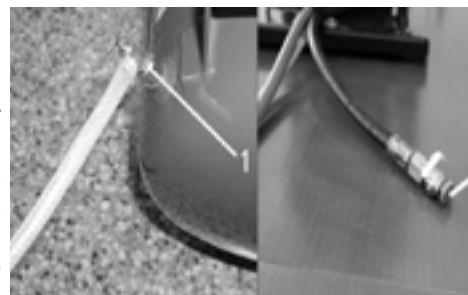
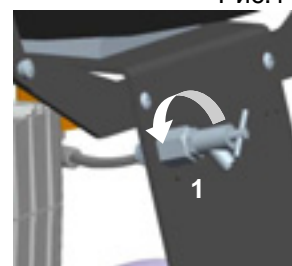

Рис.14
Рис.15 DK50 2V
Компрессоры (Рис.14, Рис.15)
В том случае, если компрессор не будет применяться длительное время, рекомендуется слить конденсат из напорного резервуара и компрессор потом запустить в эксплуатацию примерно на 10 минут с открытым клапаном для слива конденсата (1) (Рис.14, Рис.15). Потом выключить компрессор выключателем (3) на реле давления (2) (Рис.13), закрыть клапан для слива конденсата и отсоединить оборудование от электросети.
- Отсоединить оборудование от электросети. Выпустить давление воздуха в напорном резервуаре, открывая клапан для выпуска конденсата (1) (Рис.14 Рис.15).